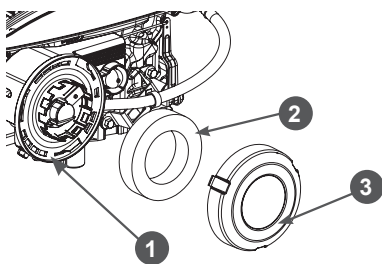

Рис. 22. Обслуживание воздушного фильтра
1. Поверните против часовой стрелки крышку 3 воздушного фильтра и снимите её. (Рис. 22).
2. Извлеките фильтрующий элемент 2 (Рис. 22).